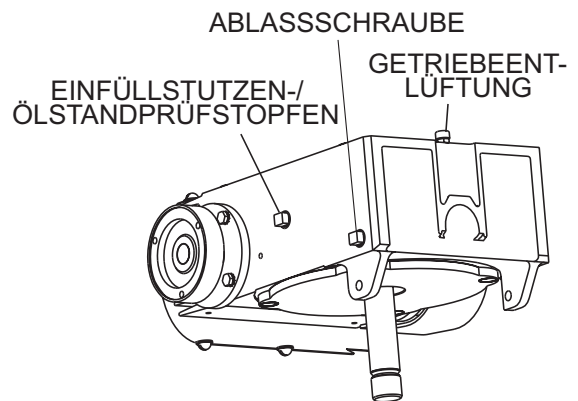

Abbildung 6. Ölablassstopfen des Getriebekastens/Schauglases
1. Den Getriebeölstand beider Getriebekästen prüfen, d.h. den Stopfen entfernen und sicherstellen, dass der Ölstand auf korrektem Stand ist. Siehe Abbildung 6.
2. Den Getriebekasten bis zur Höhe des Füllstopfens (Abbildung 6) mit 2 L (69 oz) Öl der Sorte Mobil ISO VG 640 SCH 634 auffüllen.